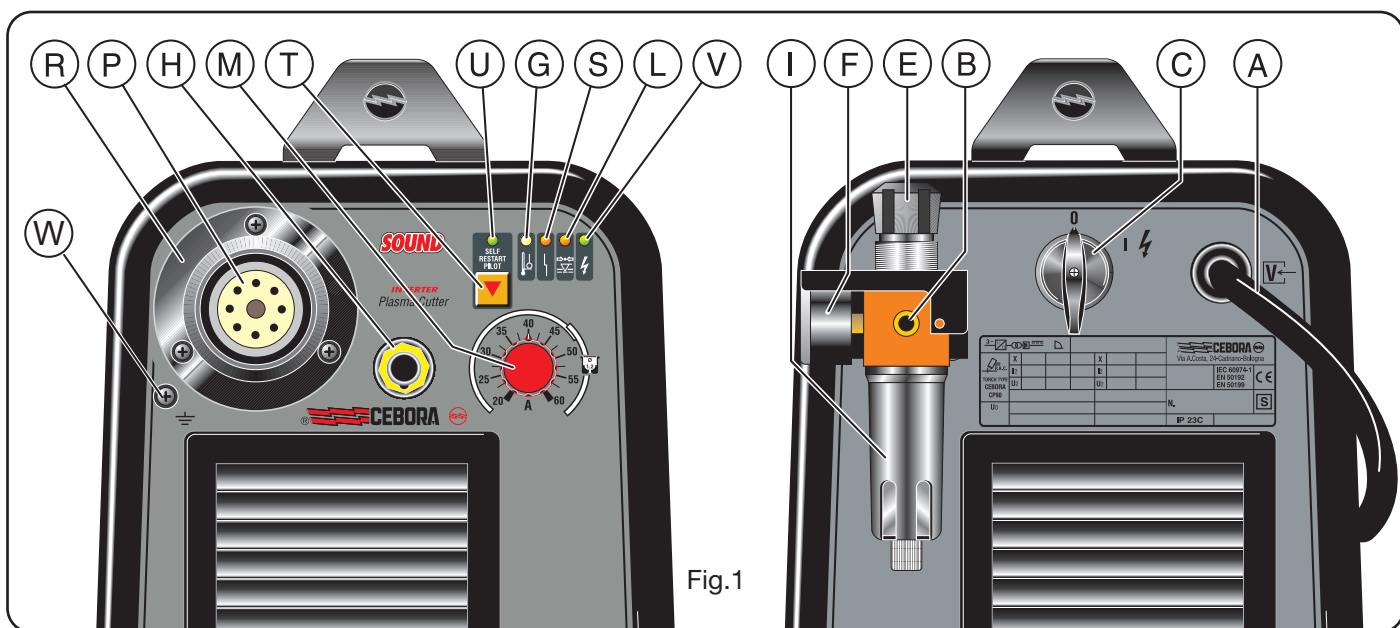

Fig.1
### 2.1 MONTAGE TORCHE (Fig. 1)
1) Pour éviter les surcharges. Signalé par l'allumage du voyant **G** (voir fig. 1).
Situé sur l'alimentation de la torche pour éviter que la pression air soit insuffisante. Signalé par l'allumage du voyant **L** (voir fig. 1).